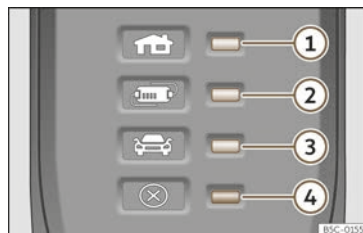

Abb. 68 Am Ladekabel für Netzsteckdosen: Kontrollleuchten in der Schutzeinrichtung.
>>> (Abb. 68):
Durch die elektronische Schutzeinrichtung >>> (Abb. 68) ist der Ladestecker so lange stromlos, bis er in die Ladedose des Fahrzeugs eingesteckt wird.
Eine oder mehrere Kontrollleuchten >>> (Abb. 68) ①, ② oder ③ leuchten grün.
Anzeige >>> (Abb. 68)	Bedeutung
② ④ blinken	Die Schutzeinrichtung hat sich stark erhitzt.
Wenn der Ladevorgang mit einem geringeren Ladestrom fortgesetzt wird, blinkt abgelesen von der Betriebsanzeige die Warnleuchte >>> (Abb. 68) ④ rot.
- Sollte es wieder zu einer Abschaltung oder Verringerung des Ladestroms kommen und die Ursache hierfür nicht mit einer externen Wärmequelle in Verbindung stehen, ist darauf zu achten, welche grüne Kontrollleuchte blinkt >>> (Abb. 68). Zur Überprüfung des Ladekabels ist ein CUPRA-Fachbetrieb oder ein SEAT-Vertragshändler aufzusuchen. Zur Überprüfung der Anschlüsse der Ladeinfrastruktur ist ein Fachunternehmen für Elektroinstallationen aufzusuchen.
Wenn die rote Warnleuchte ④ blinkt oder leuchtet, ohne dass gleichzeitig eine der Kontrollleuchten >>> (Abb. 68) ①, ② oder ③ die Betriebsanzeige dauerhaft leuchtet, liegt eine Störung vor.